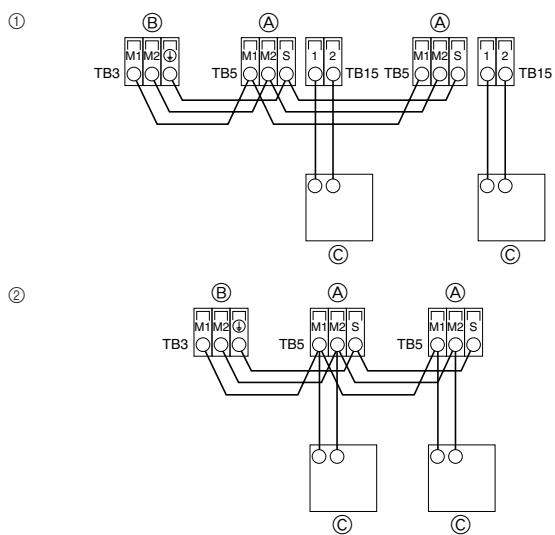

Fig. 4-2
4.2. Raccordement des câbles de la commande à distance et des câbles de transmission intérieurs et extérieurs (Fig. 4-2)